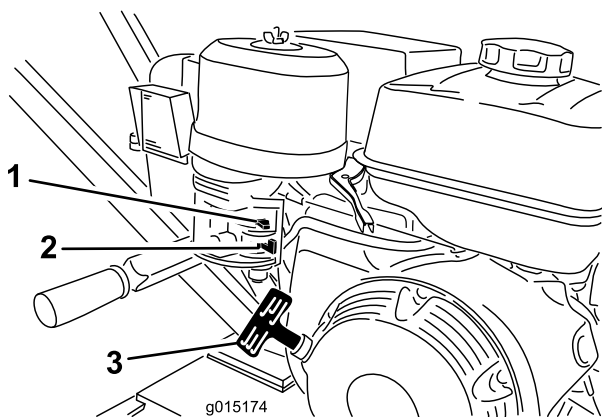

Figure 11
1. Tournez le robinet d'arrivée de carburant complètement à droite en position ouverte (Figure 11).
2. Déplacez la manette de starter vers la gauche en position en service (ON) pour démarrer le moteur à froid.
4. Tirez lentement la poignée du lanceur jusqu'à ce que vous sentiez une résistance, puis tirez vigoureusement. Relâchez lentement la poignée du lanceur (Figure 11).